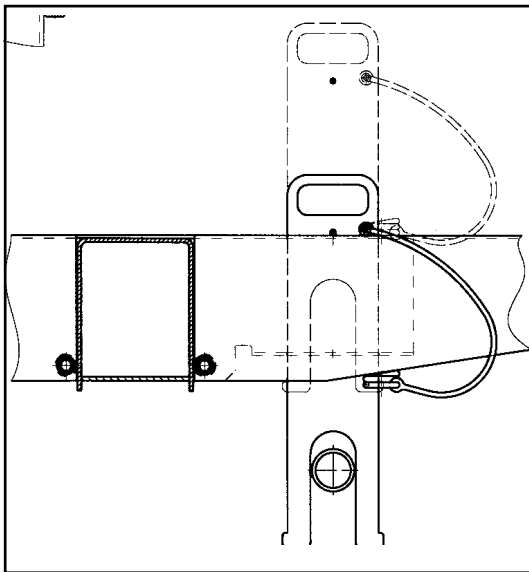

Fig. 3-6
- Déverrouiller puis bloquer le dispositif de protection contre toute rotation involontaire (fig. 3-6).